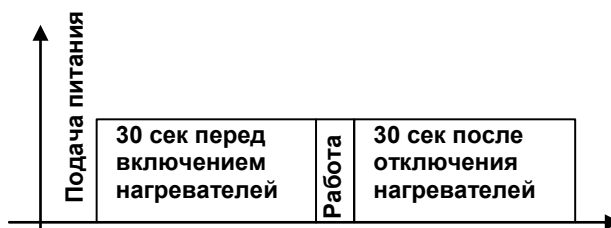

Рисунок 2. График работы насоса.
- Клавиша «▲» - Установка мощности, путём выбора количества нагревателей, при этом на индикаторе отображаются значения «Н-1», «Н-2», «Н-3», «Н-0» соответственно. При установке значения «Н-0», регулятор отключает нагреватели и через 30 секунд отключает насос (рисунок 2). Процесс поддержания температуры отключен. Для возврата необходимо установить отличное от «Н-0» значение.